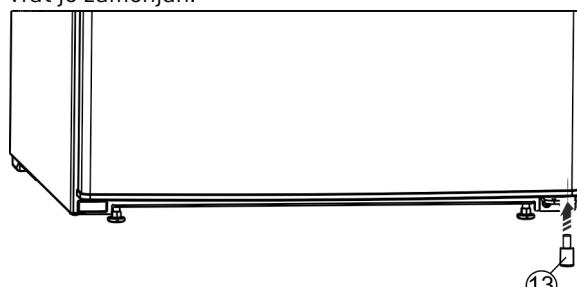

Fig. 27*
- Distančnik Fig. 27 (13) ponovno namestite v vrata spodaj desno, saj je pomemben za stabilnost naprave.*